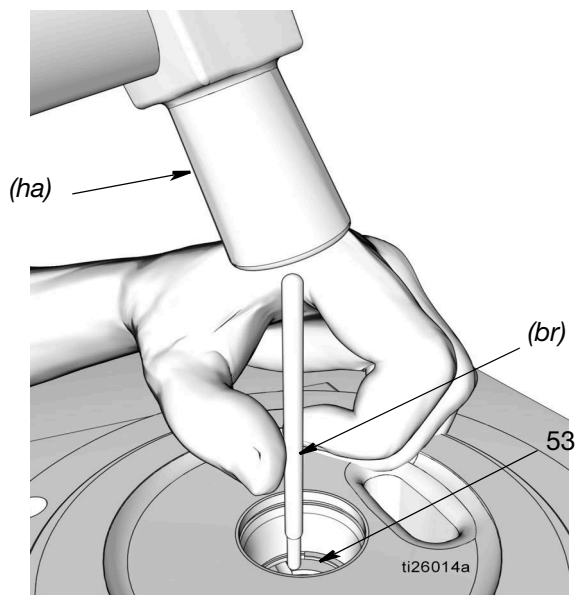

FIG. 27
- Utilice una varilla de latón blanda (*br*) y un martillo y golpee suavemente el manguito del elemento de la bomba (53) hasta extraerlo de la base de la bomba (1) (FIG. 27).